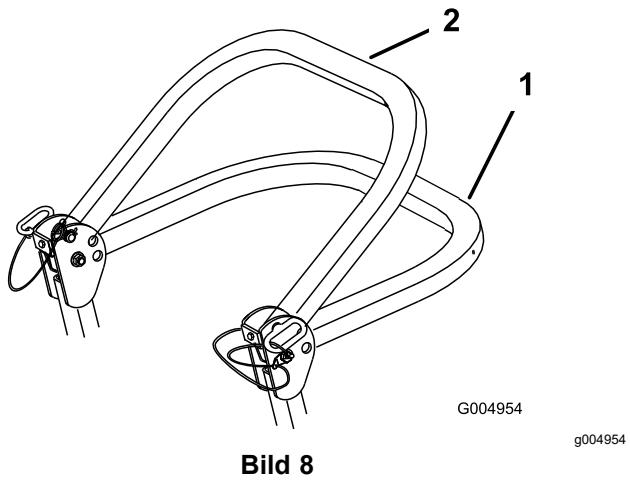

Bild 8
2. Senken Sie den Überrollbügel ab (Bild 8).
**Hinweis:** Es gibt zwei abgesenkte Stellungen, siehe Bild 8.